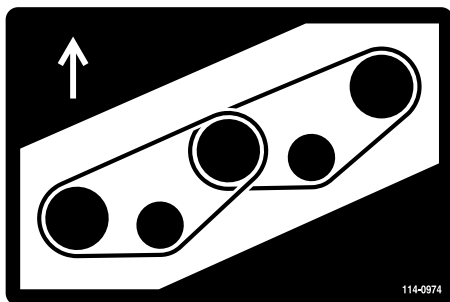
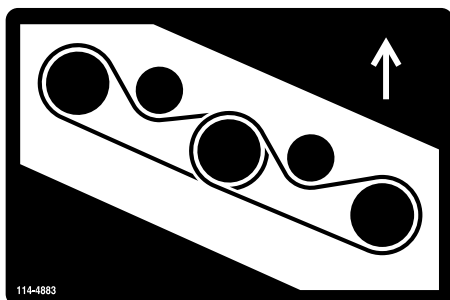

Figura 84
Figura 85
5. Pase la correa nueva alrededor de las poleas de los ejes y del conjunto de la polea tensora, según se muestra en Figura 84 y Figura 85.